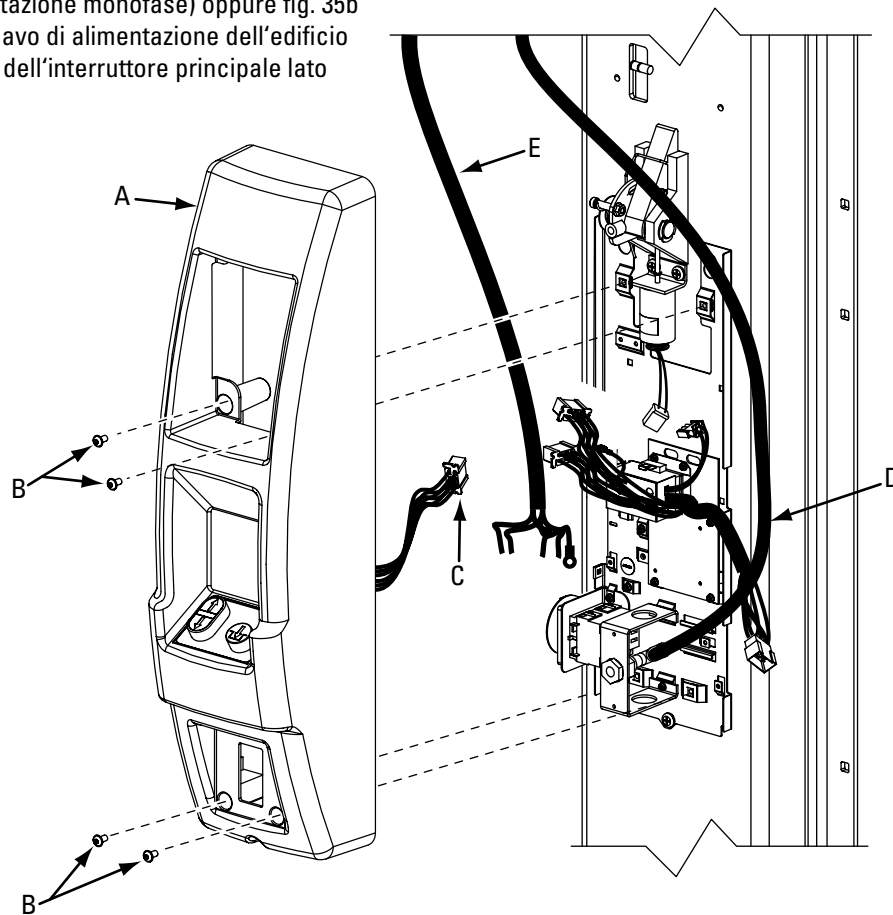

Fig. 35
- A) Rimuovere il pannello di copertura dal lato di comando master, Fig. 35, scollegando il cavo del pulsante dal fascio slave. Afferrare un'estremità del tubo fless. da 1/2" (forn. 40') ed inserire il tubo dell'aria nel raccordo dell'aria. Il tubo dell'aria deve essere pulito e deve possedere un bordo dritto. Assicurarsi che il tubo dell'aria non sia piegato prima di rimontare la cappa slave e la piastra di copertura sulla sua staffa. Il tubo dell'aria deve essere fatto passare all'esterno del pannello di comando master, e poi fatto ritornare indietro attraverso la colonna e verso l'alimentazione dell'aria principale dell'edificio. Utilizzare il raccordo aria (fornito) per realizzare il collegamento con l'alimentazione principale dell'aria, fig. 35, 35b, e 35c.
Dettaglio fig. 35